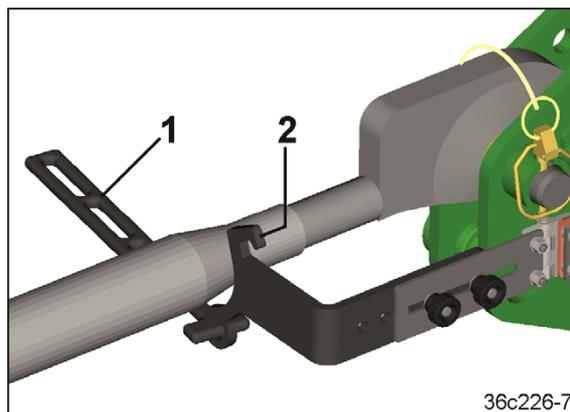

図 92
3. クランプエレメント（図 92/1）をトップリンクブラケット（図 92/2）に掛けます。